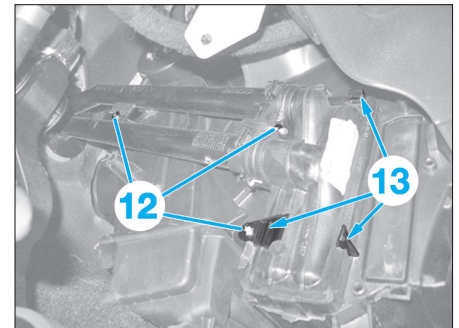

Fig. 19
- les vis (12) (Fig.19),
- les agrafes (13).